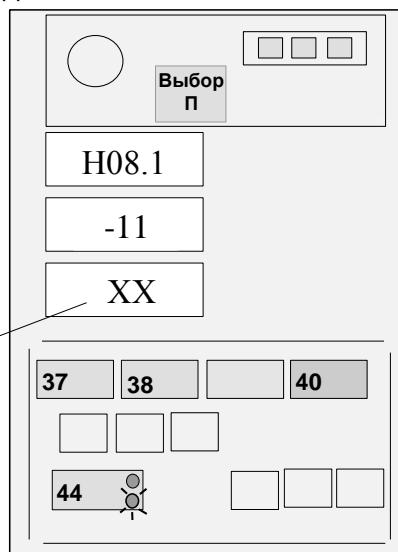

Рисунок 16 - Ввод температурного коэффициента
Значение коэффициента указывается в первых трех позициях порядкового номера ПрД, нанесенного на его жгут (см. рисунок 16) и состоит из буквы обозначающей знак коэффициента (П - плюс, М - минус) и двух цифр, обозначающих значение коэффициента.
Если значение коэффициента, указанное на жгуте ПрД, отличается от значения, выдаваемого на средний ИЖЦ, нажатием кнопки 44 установить на верхнем ИЖЦ код "H08.1", а затем, нажимая кнопки "+" (41) и "-" (42), установить на среднем ИЖЦ значение коэффициента для штокового ПрД (см. рисунок 16 для коэффициента М11), причем знак плюс на индикаторе не отображается, а знак минус отображается символом " - ".
Если значение температурного коэффициента, указанное на жгуте, отличается от значения, выдаваемого на средний ИЖЦ, нажатием кнопки 44 установить на верхнем ИЖЦ код "H06.1", а затем, нажимая кнопки "+" (41) и "-" (42), установить на среднем ИЖЦ значение коэффициента для преобразователя (см. рисунок 16 для коэффициента M11), причем знак плюс на индикаторе не отображается, а знак минус отображается символом " - ".